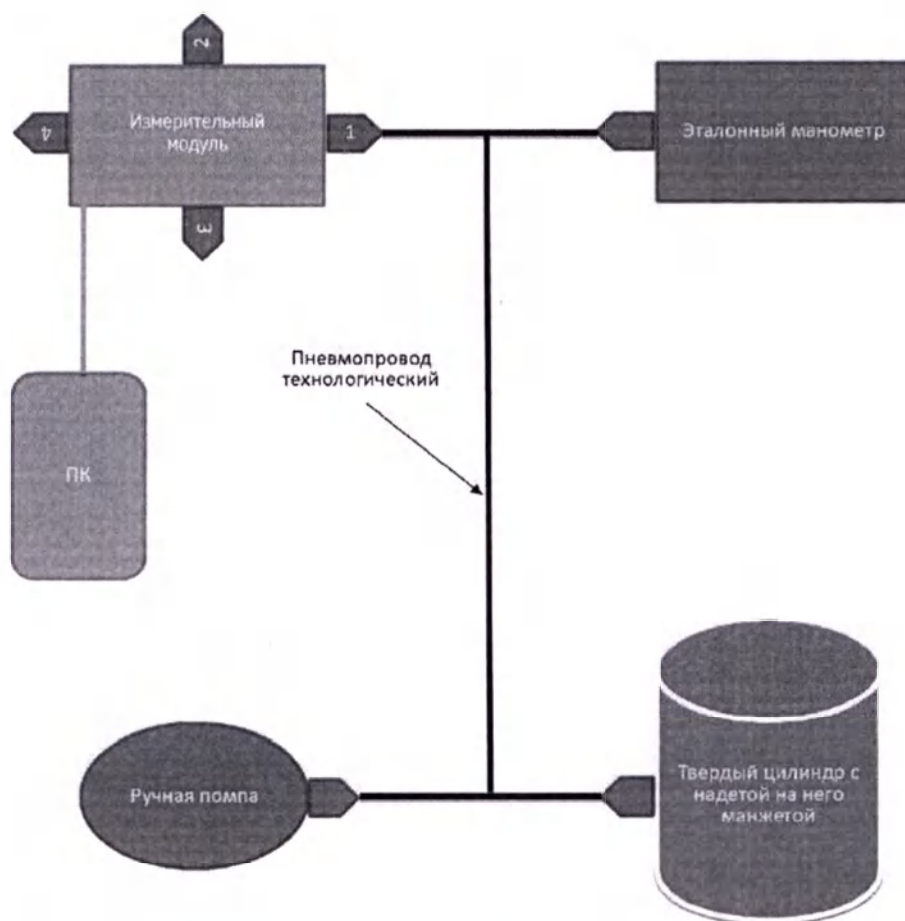

Рис. 26. Схема пневматических соединений
1) Выполнить соединение между устройствами согласно схеме, приведенной на Рис. 26.